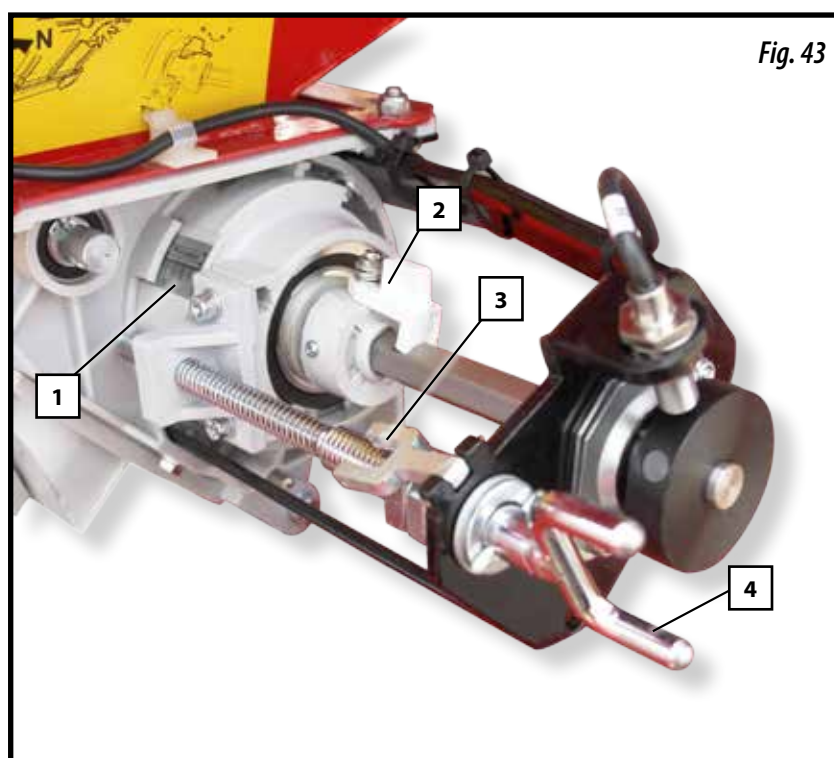

Fig. 43
- 1- Retirar la anilla de bloqueo (3, Fig. 43) como se muestra en la imagen.
- 2- Situar el pestillo (2, Fig. 43) en el encaje de la ranura del eje, tal y como se indica en la figura
- 3- Girar el husillo (4, Fig. 43) para regular la dosificación.
- 4- Fijar la posición del husillo colocando la anilla de bloqueo (3, Fig. 43).
PARA LA MICRODOSIFICACIÓN DE SEMILLAS PEQUEÑAS, NO SOBREPASAR LA MEDIDA DE 25 DE LA ESCALA DE REGULACIÓN (1, FIG. 43).